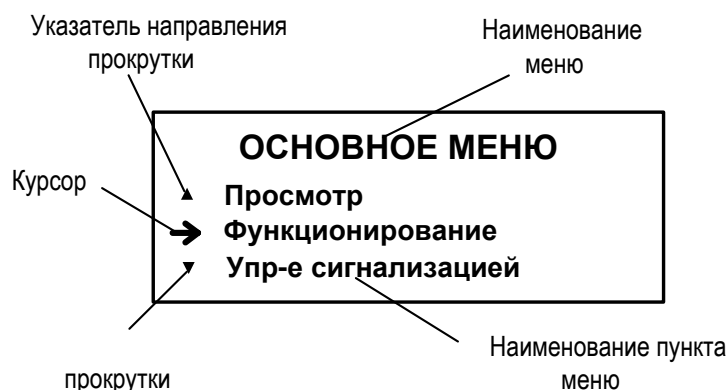

Рис.1. Вид основного меню.
1.1.1. Для управления регулятором с клавиатуры ИВБ используется многоуровневая система меню (приложение Б), состоящая из основного меню, подменю и окон, содержащих списки команд и параметров. Основное меню (рис.1) имеет неизменный состав. Состав и структура подменю и окон, а также возможности модификации установочных параметров определяются режимом работы регулятора.
1.1.3. Индикация на дисплее состоит из наименования меню (окна), располагающегося неподвижно в первой строке дисплея жидкокристаллического индикатора (ЖКИ), и наименований пунктов меню (параметров), которые могут смещаться вверх или вниз (рис.1).
1.1.5. Одновременно на дисплее может индицироваться не более 3-х строк (пунктов меню, параметров из списка). Поэтому в начале первой и последней строк пунктов (параметров) могут располагаться указатели направления прокрутки в виде треугольников (рис.1), вершины которых направлены в стороны возможного перемещения курсора по строкам (пунктам меню, параметрам).